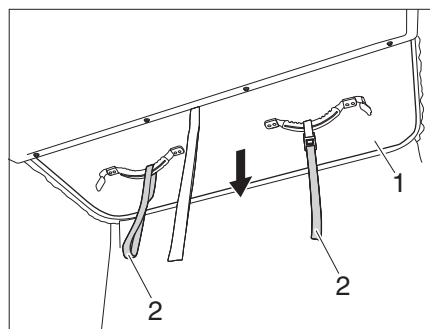

Figure 25 Tirer le toit relevable vers le bas
- Tirer **lentement** le toit relevable (Figure 25, 1) vers le bas sur les dispositifs de retrait (Figure 25, 2), en regardant vers l'arrière, et observer si le soufflet en tissu tombe correctement vers l'intérieur.